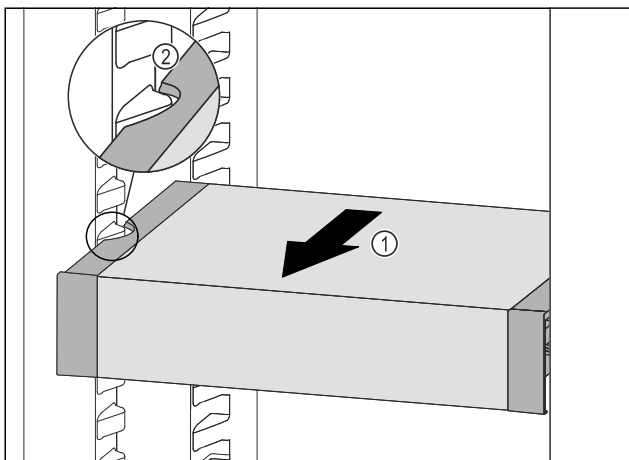

Fig. 104
- ▶ Вытягивайте VarioSafe вперед Fig. 104 (1), пока боковые выемки VarioSafe не окажутся на высоте выступа резервуара в холодильном отделении. Fig. 104 (2)